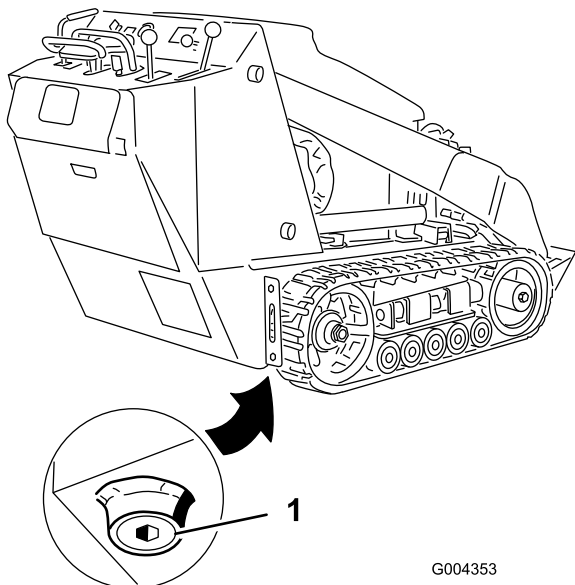

Рисунок 38
4. Снимите маслосливную пробку (Рисунок 38).